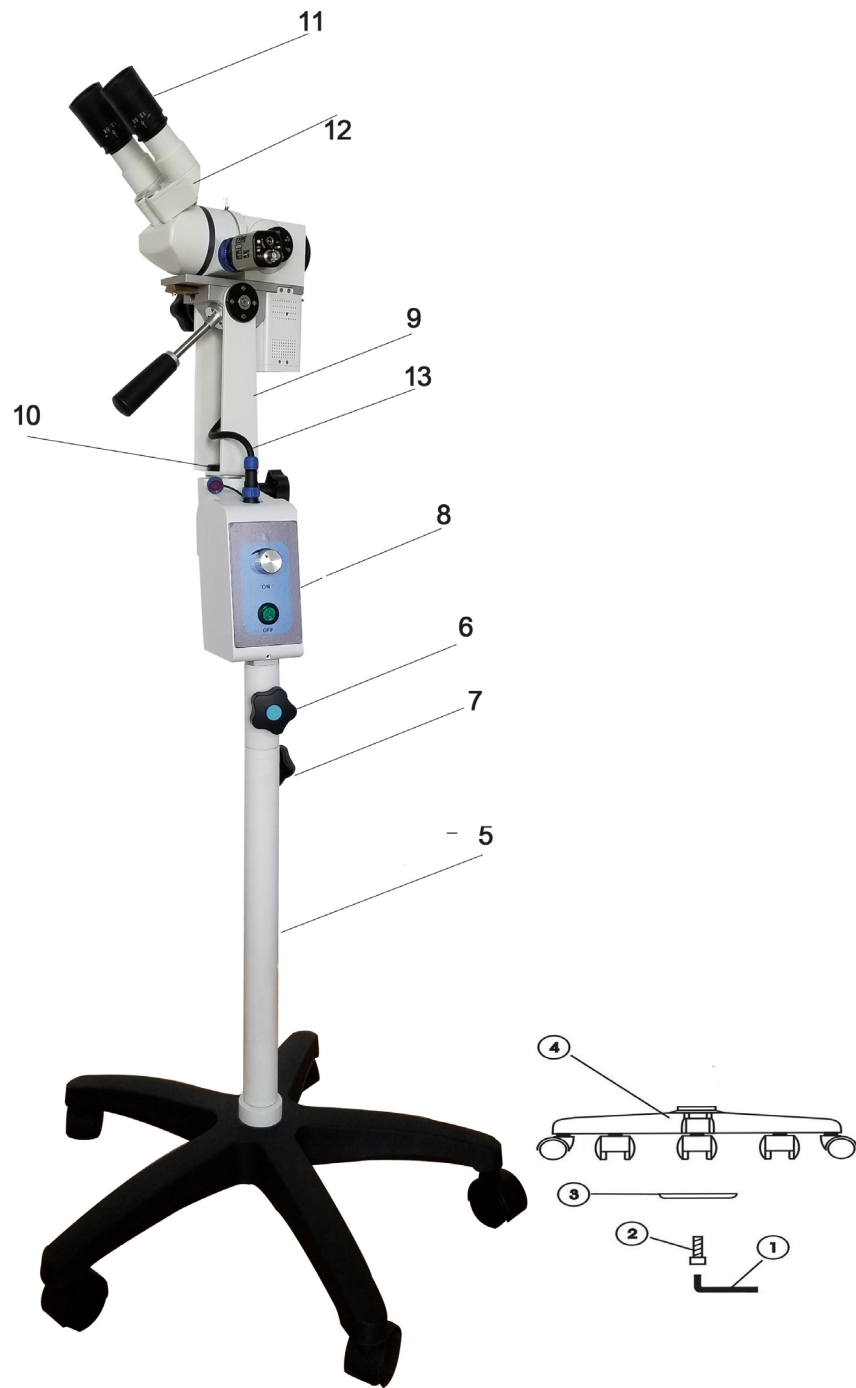

Imagen 1
3. INSTALACIÓN DEL INSTRUMENTO (CONSULTE LA IMAGEN 1)